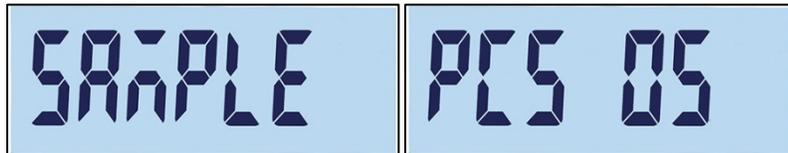

Figura 2-17: Número de referencia
1. Presione la tecla de función de conteo . Aparecerá "SAMPLE" (MUESTRA) y luego "PCS 05", como se muestra en la Figura 2-17.